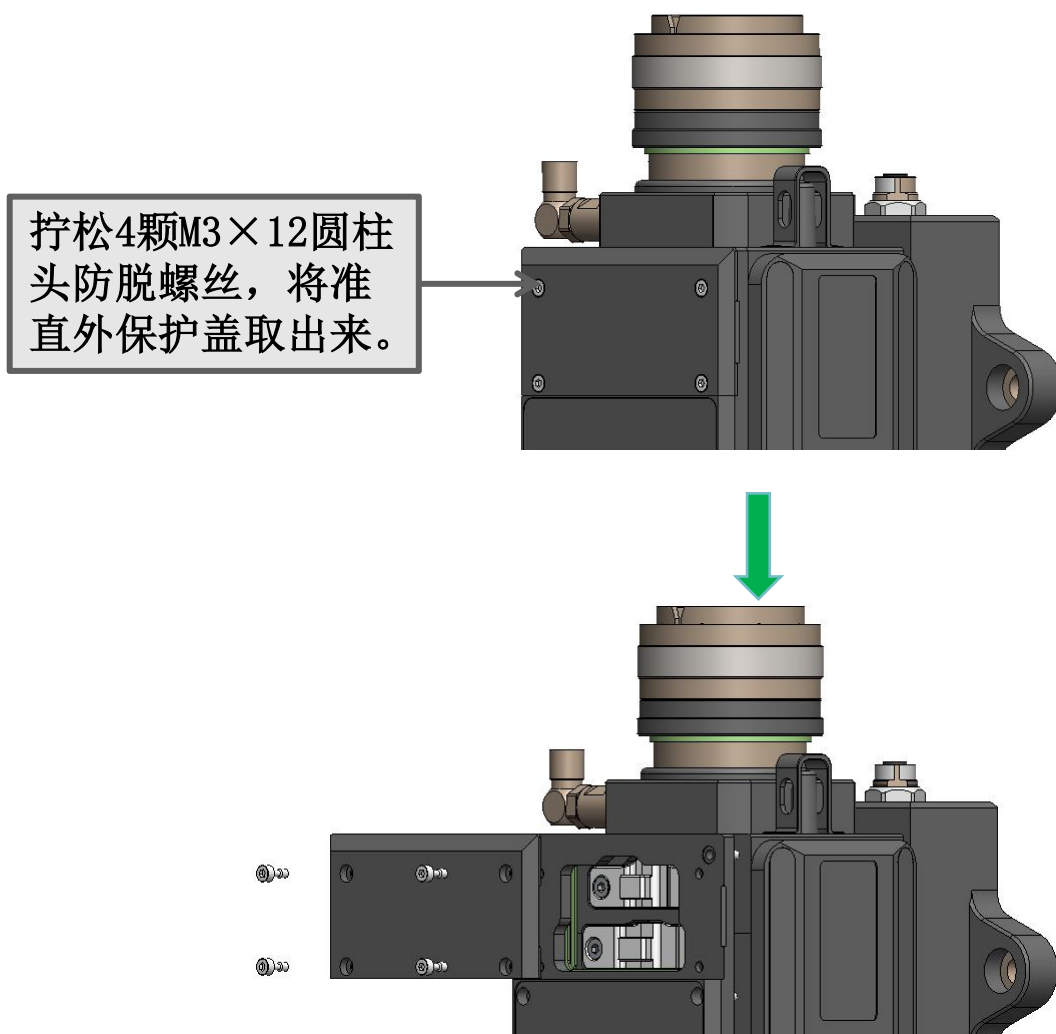
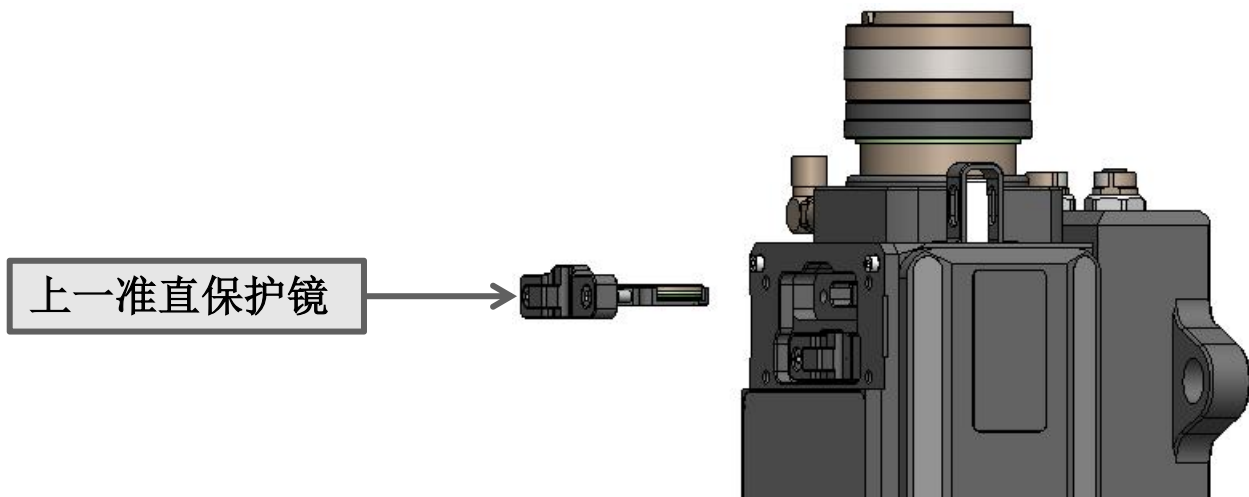
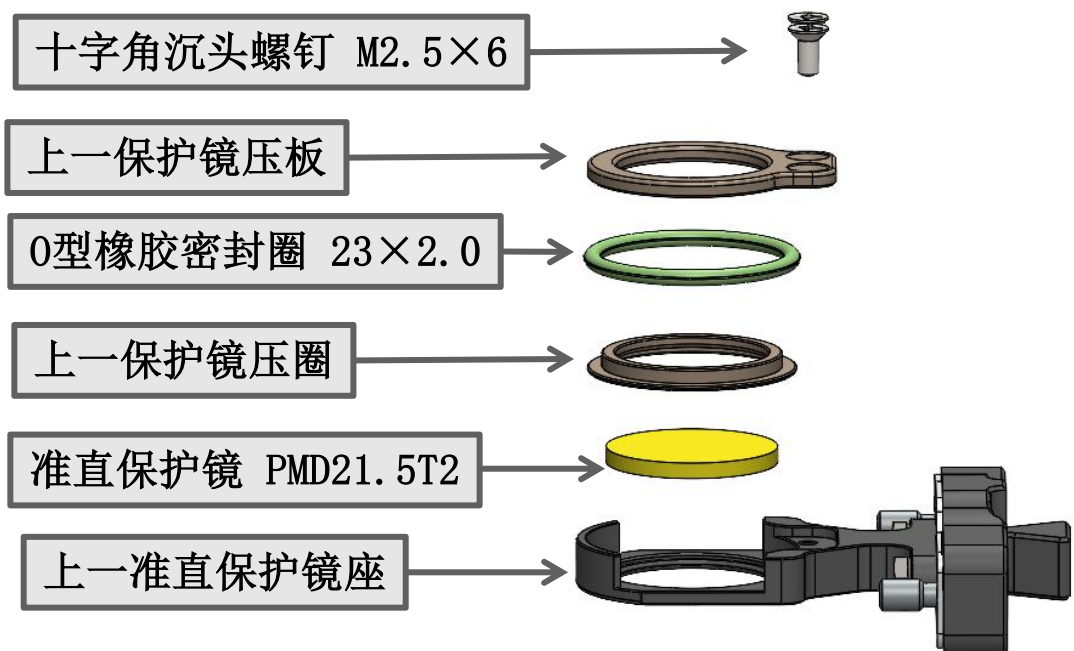

图3.3
图3.4
图3.5
5.1.1 上一、上二准直保护镜的拆装，拆装方法如下图3.3所示。
(1) 上一准直保护镜的拆装，拆装方法如图3.3、图3.4、图3.5所示。
(2) 上二准直保护镜的拆装，拆装方法如下图3.3、图3.4、图3.5所示。